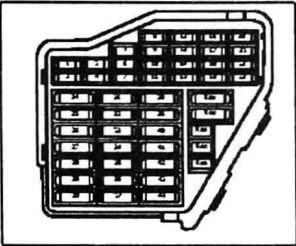

图 1-1-29 示意图
(1) 如图 1-1-29 所示，拔下保险丝 S228、S232 及 S234（位置号为 28、32 及 34），进行执行元件诊断，启动活性罐电磁阀 1（N80）。将万用表（电压挡）接到搭铁与下列保险丝的一个触点上，见表 1-1-4。